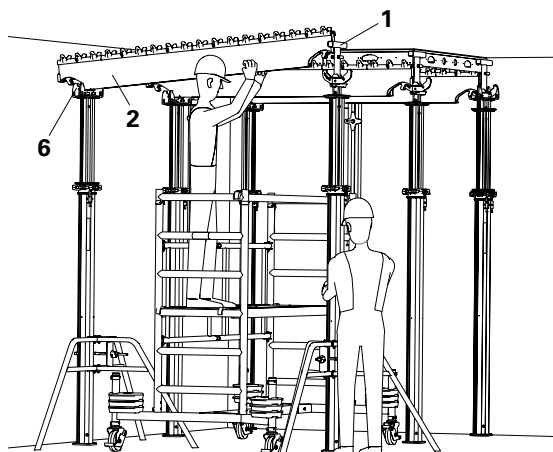

Fig. A4.09
1. Posicionar o prumo com o cabeçal de apoio SSK (6). Espaçamento 1,50 m.
3. Posicionar o prumo com cabeçal de caída SFK (1). Espaçamento 2,275 m.
4. Inserir a Viga Principal SLT 225 (2) nos apoios do cabeçal de apoio e cabeçal de caída. (Fig. A4.09)